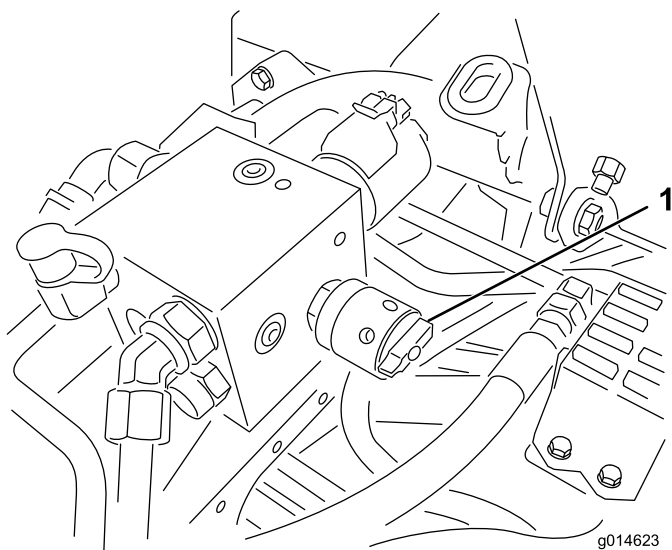

Figura 38
- 4. Para establecer la velocidad de los molinetes, gire el pomo (Figura 38) hasta que las flechas apunten al número que indique el ajuste deseado.